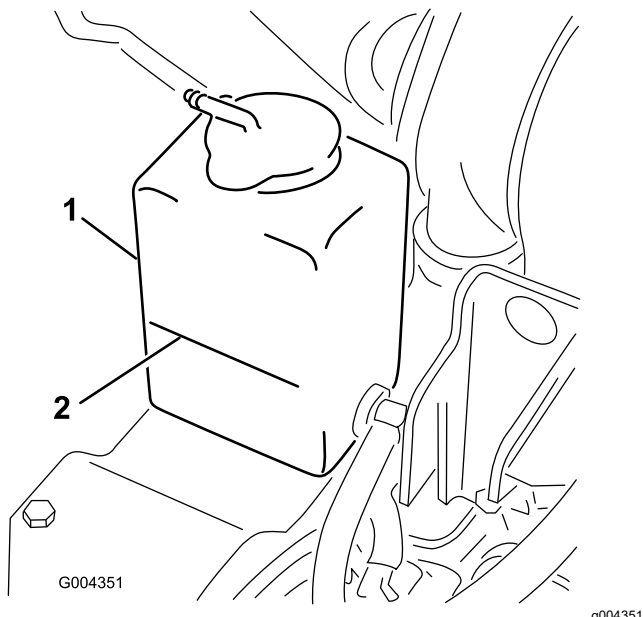

Figure 50
3. Vérifiez le niveau de liquide de refroidissement dans le vase d'expansion (Figure 50).